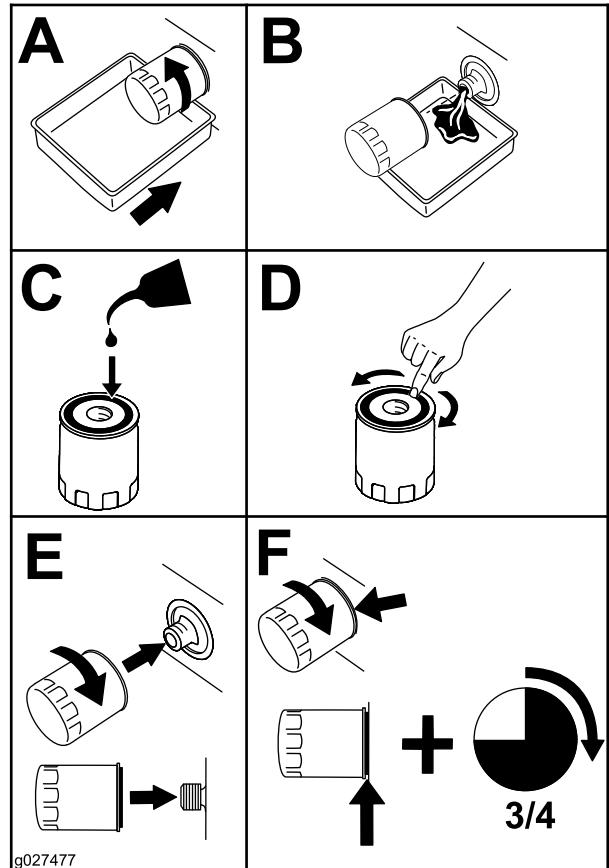

Bild 45
5. Wechseln Sie den Motorölfilter (Bild 45).